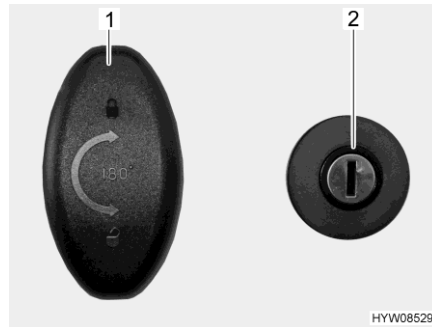

Bild 57 Türschloß (Garagentür)
- Schlüssel in Schließzylinder (Bild 57,2) stecken und im Uhrzeigersinn drehen. Die Zentralverriegelung ist entriegelt.
- Schloßgriff (Bild 57,1) eine halbe Umdrehung im Uhrzeigersinn drehen und Garagentür öffnen.
- Schloßgriff (Bild 57,1) eine halbe Umdrehung entgegen dem Uhrzeigersinn drehen.
- Schlüssel in Schließzylinder (Bild 57,2) stecken und entgegen dem Uhrzeigersinn drehen. Die Zentralverriegelung ist verriegelt.